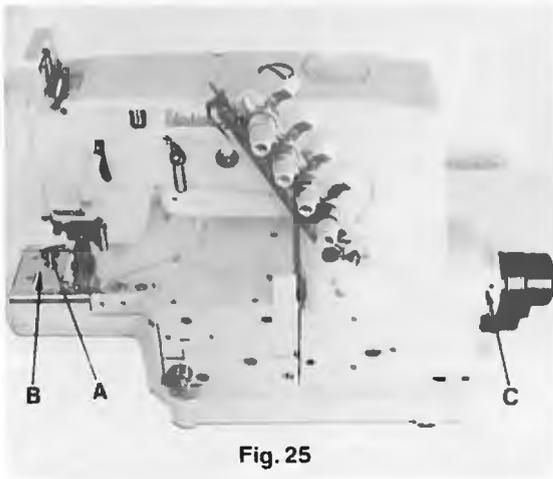
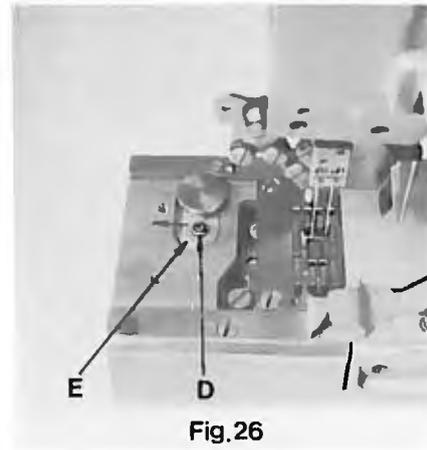

Fig. 25
Fig. 26
The stitch length is changed by pressing push button (A, Fig. 25) and simultaneously rotating handwheel (C). The push button (A) engages within one revolution of the handwheel and the stitch length change starts. Rotating the handwheel clockwise shortens the stitch, rotating it counterclockwise increases the stitch.
Before the machine leaves the factory the stitch length change mechanism is locked. When removing cover (B, Fig. 25) and loosening screw (D, Fig. 26) with the hexagon socket wrench, which is delivered with the machine, lever (E, Fig. 26) can be swung in the direction of the arrow, unlocking the stitch length change mechanism.
Die Stichtlänge wird durch leichtes Drücken auf den Knopf (A, Fig. 25) und gleichzeitiges Drehen des Handrades (C) eingestellt. Nach spätestens einer Umdrehung des Handrades rastet der Knopf (A) ein und die Stichverstellung beginnt. Drehen des Handrades im Uhrzeigersinn verkleinert den Stich, drehen im Gegenuhrzeigersinn vergrößert ihn.
Vor dem Versand der Maschine wird die Stichtlängenverstellung blockiert. Entfernt man den Deckel (B, Fig. 25) und löst mit dem mitgelieferten Sechskantschraubendreher die Schraube (D, Fig. 26) kann der Hebel (E, Fig. 26) in Pfeilrichtung nach links geschwenkt werden und die Arretierung der Stichtlängenverstellung ist aufgehoben.